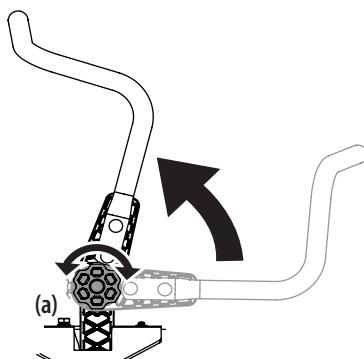

**Figure 7**
1. Retirez les deux vis de carrosserie (a) et les deux écrous de blocage à bride (b) qui fixent le levier de commande de transmission des barres de conduite (c) au dispositif de réglage de la poignée supérieure (d). Consultez la Figure 7.
2. Déplacez le levier de commande de transmission des barres de conduite vers l'une des trois hauteurs disponibles et fixez-le à l'aide des vis de carrosserie et des écrous de blocage à bride. Consultez la Figure 7.
4. Si les barres de conduite ne sont pas alignées après ce réglage, desserrez les écrous (b) des barres, alignez les barres de conduite et resserrez les écrous. Ainsi, les barres de conduite seront alignées lorsque vous ajusterez leur position dans le futur. Consultez la Figure 7.